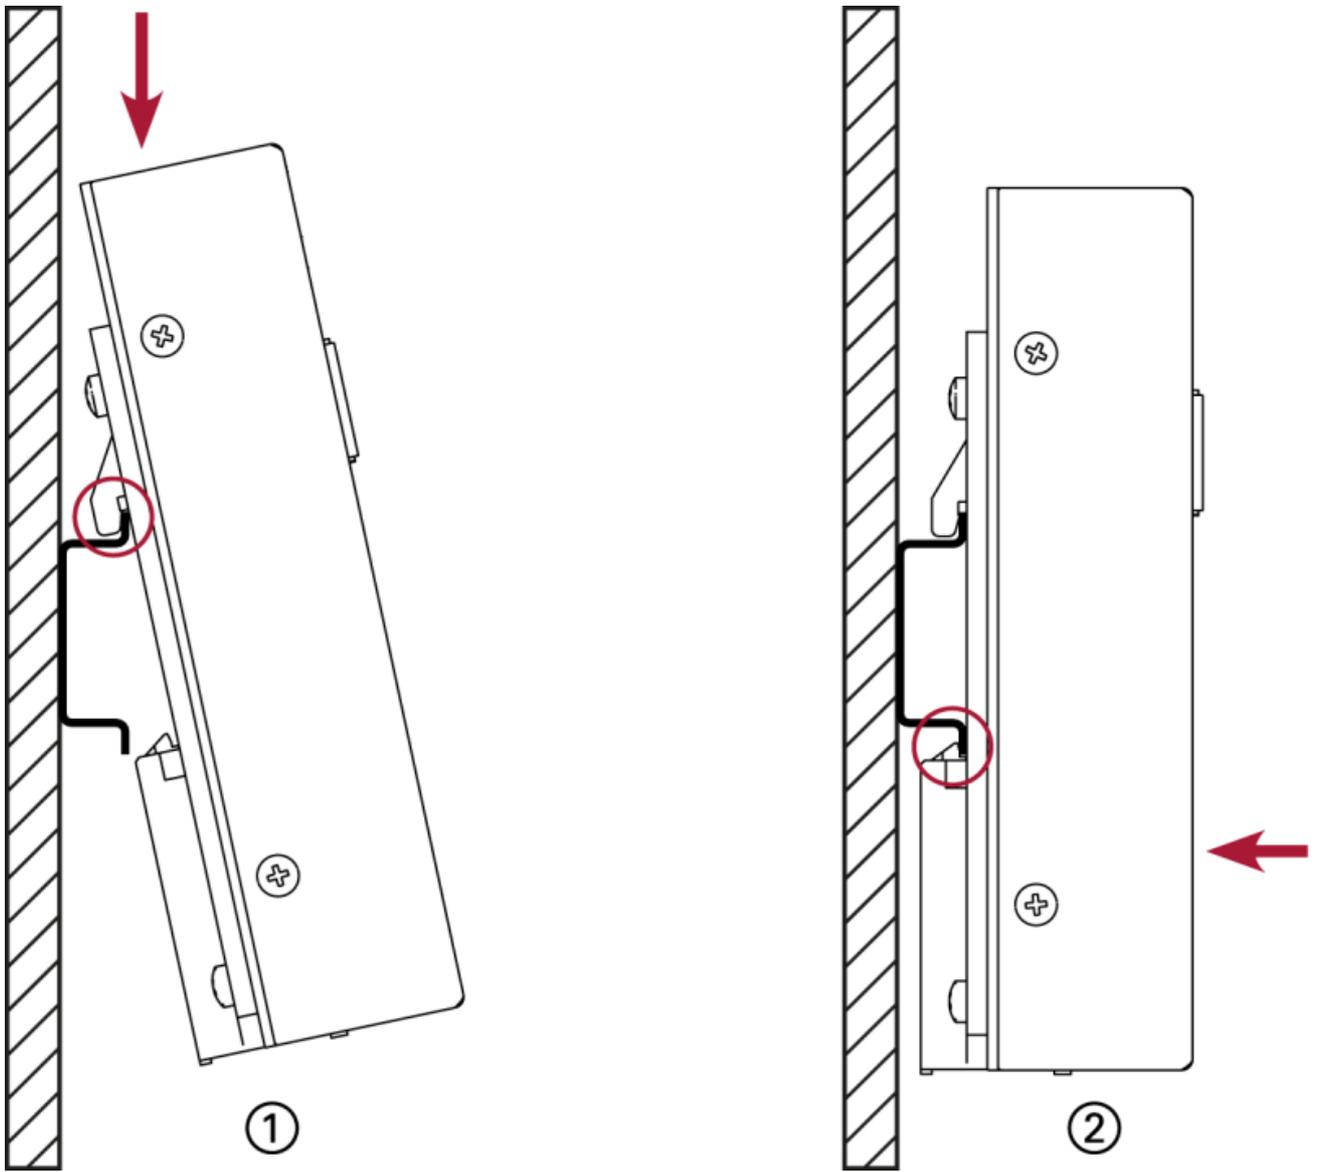

Рисунок 7.9 — Крепление контроллера на DIN-рейку
1. Надеть верхнюю часть зажима контроллера на DIN-рейку (рис. 7.9 поз. 1).
2. Нажать на нижнюю часть контроллера до полной фиксации (рис. 7.9 поз. 2).